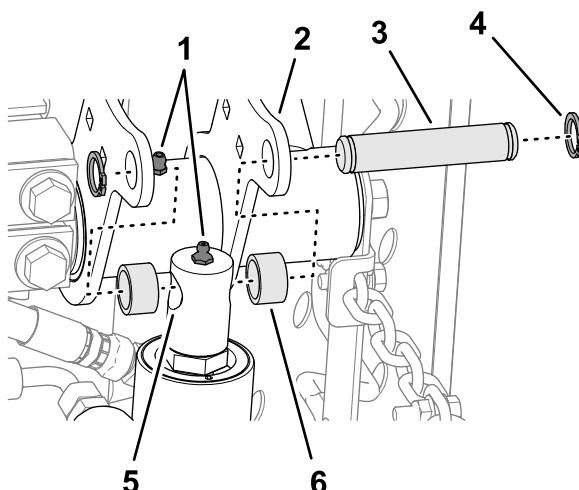

Рисунок 13
- Медленно переместите шток гидроцилиндра подъема так, чтобы он совместился с отверстиями во фланцах правого подъемного рычага (Рисунок 13).
- Установите шток на фланцы с помощью монтажного штифта, 2 проставок и 2 стопорных колец (Рисунок 13).
- Заправьте консистентной смазкой № 2 на литиевой основе масленки на подъемном рычаге и гидроцилиндре (Рисунок 13).